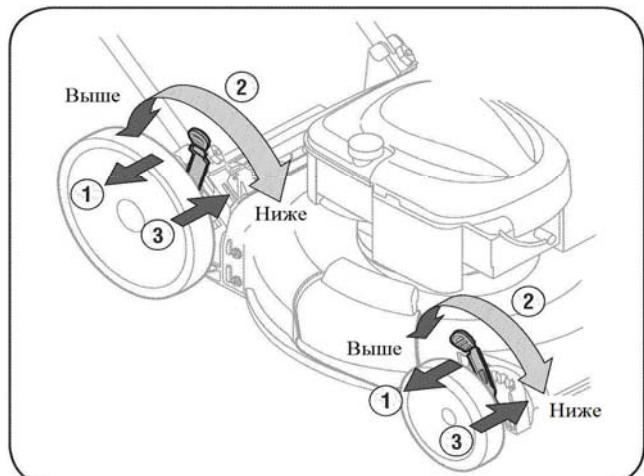

РИС. 10
2. Передвигните рычаг в нужное положение для обеспечения необходимого значения высоты среза (см. Рис. 10).